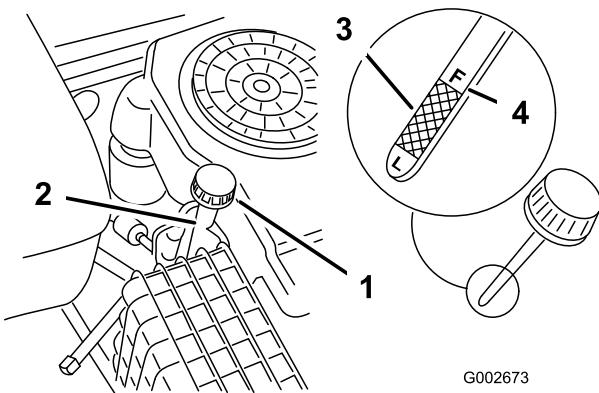

Figure 21
3. Nettoyez la surface autour de la jauge d'huile (Figure 21) pour éviter que des impuretés ne s'introduisent dans le goulot de remplissage, ce qui risquerait d'endommager le moteur.
4. Retirez la jauge d'huile et essuyez soigneusement l'extrémité métallique (Figure 21).